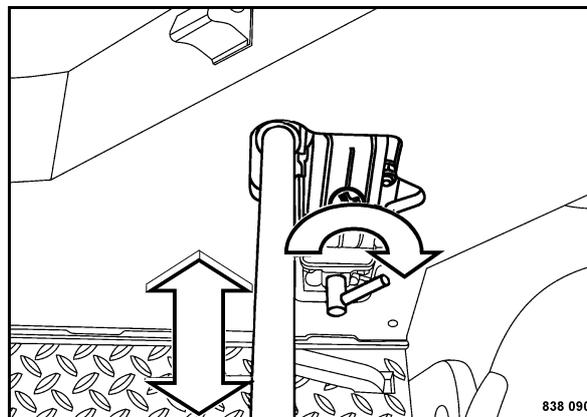

Fig. 131
- Girare la valvola (Fig. 131) a destra e azionare la pompa a mano.